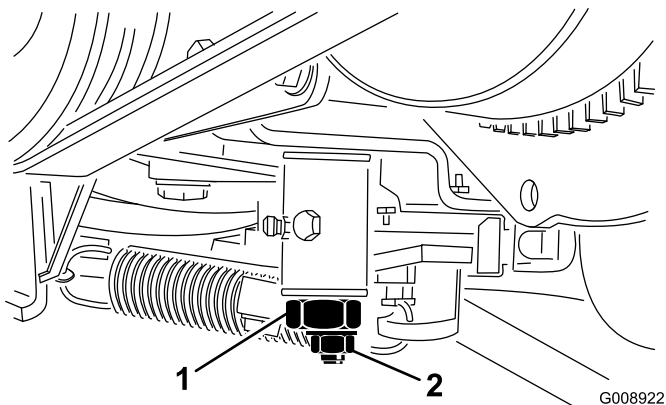

Figura 56
2. Allentate il raccordo del cavo dell'acceleratore sulla leva della pompa di iniezione (Figura 56).